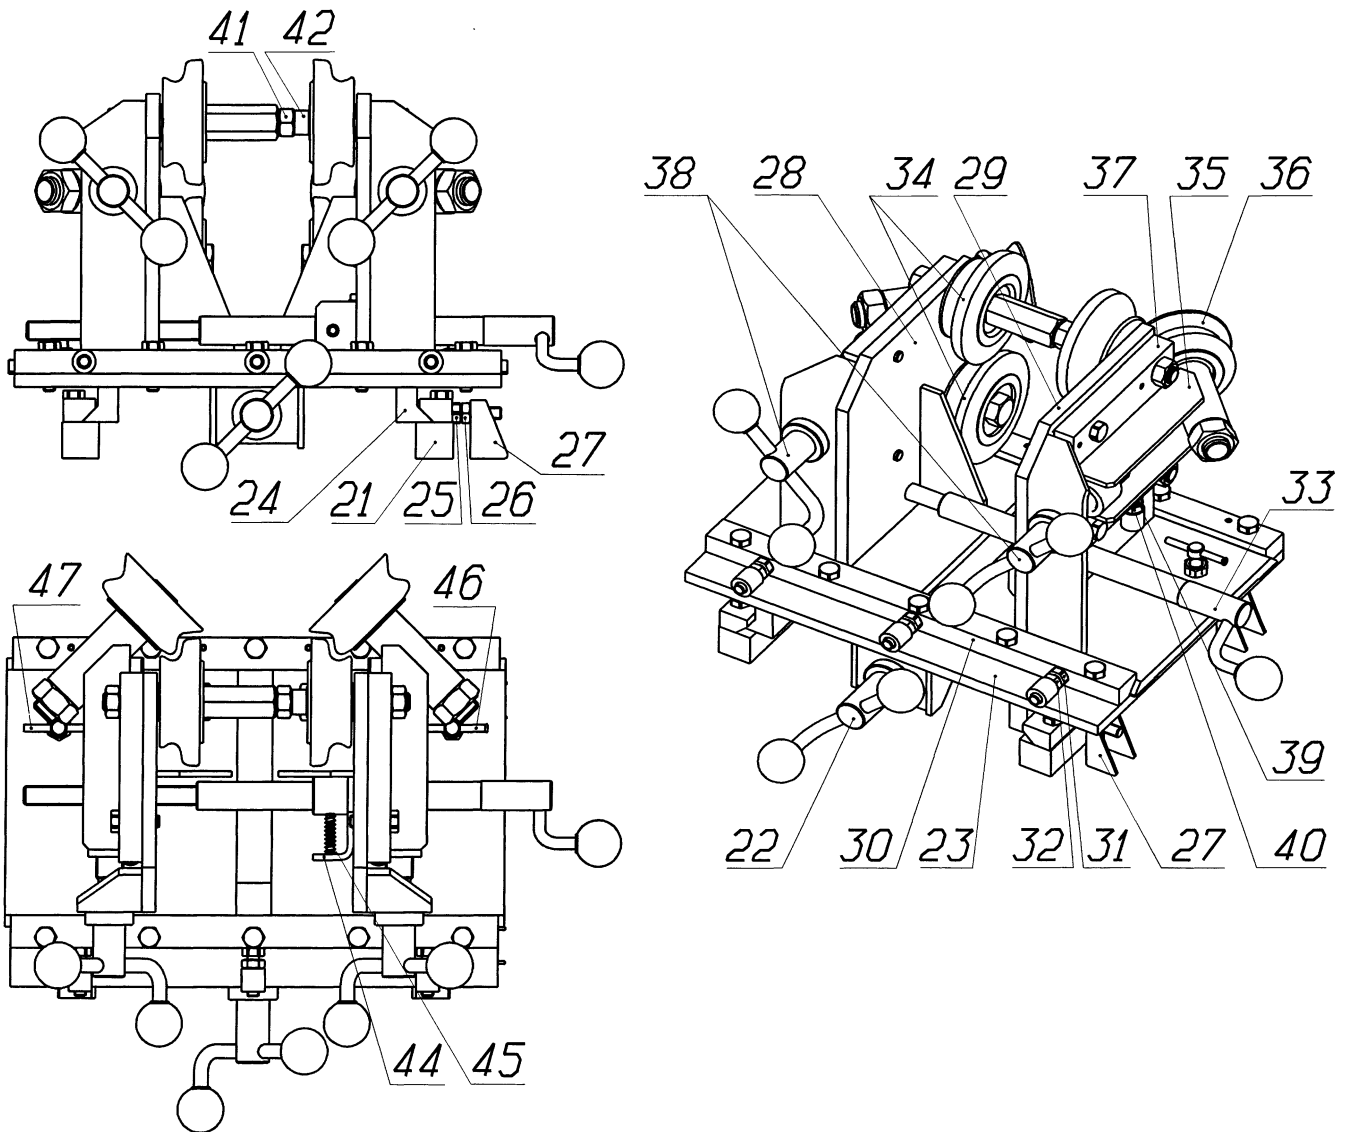

Рисунок 3 - Устройство дископравное
- 6.2.1. Подвести большие правильные Ролики 34 (рис.3) к полкам обода колеса. Должно производиться одновременное касание обода к четырем роликам 34. Допуск не параллельности оси колеса и оси роликов по горизонтали и вертикали должен составлять не более  $\pm 0,5$  мм. Болты 16 (рис.2) затянуть до отказа, соблюдая равномерность затяжки.